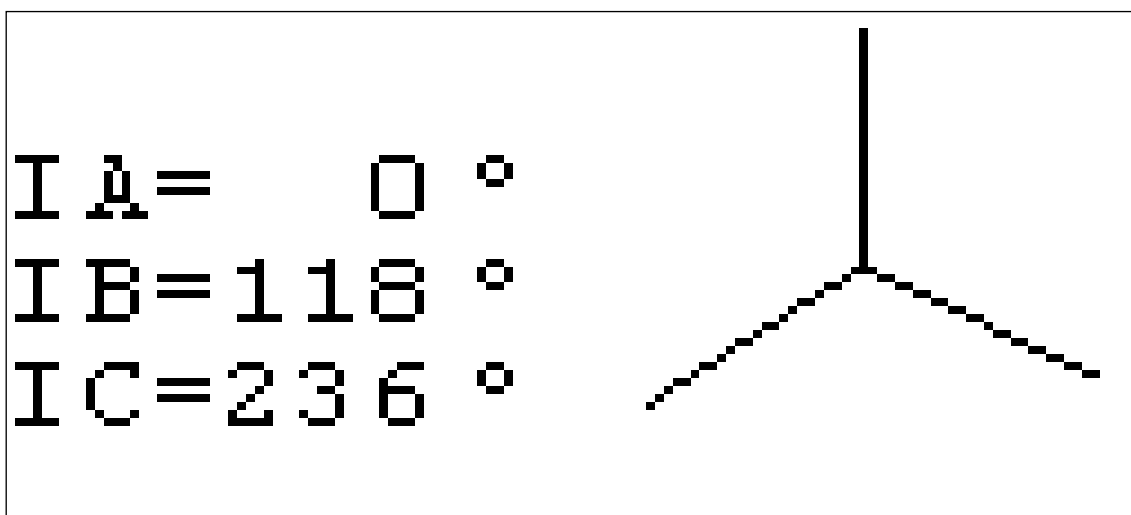

Рис.4 Видеодиаграмма вектора токов
2. Векторная диаграмма токов (см.рис.4)